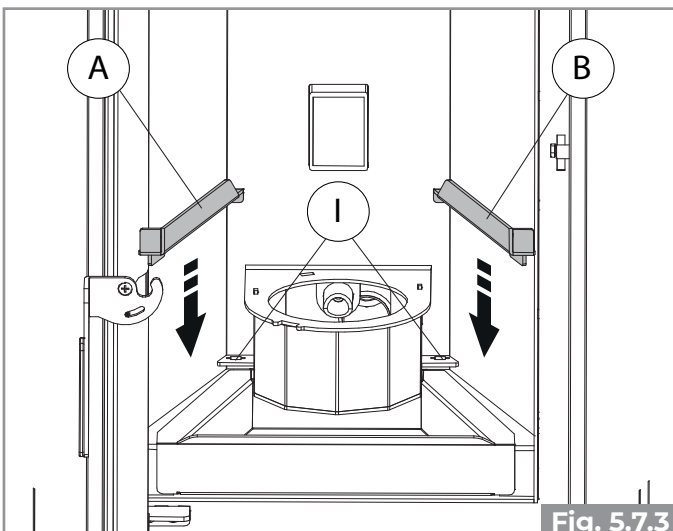
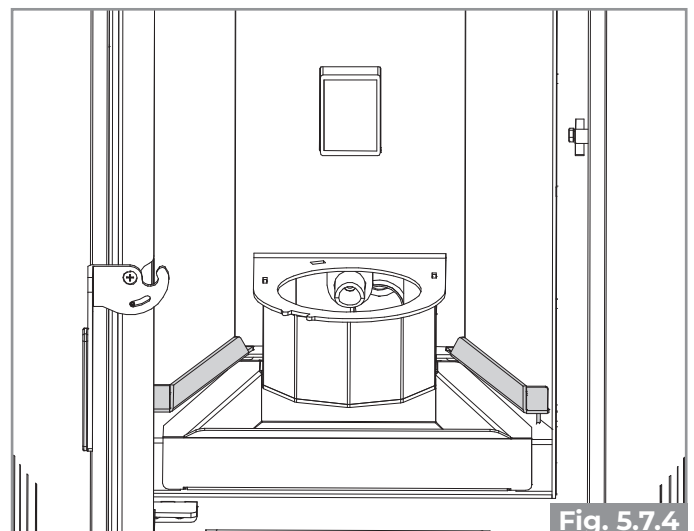

Fig. 5.7.3
Fig. 5.7.4
- Introducir los dos soportes A y B teniendo cuidado de que las dos hojas presentes en la parte posterior de los soportes sean introducidas en las respectivas hendiduras I predispuestas dentro de la cámara de combustión (Fig. 5.7.3 - Fig. 5.7.4);